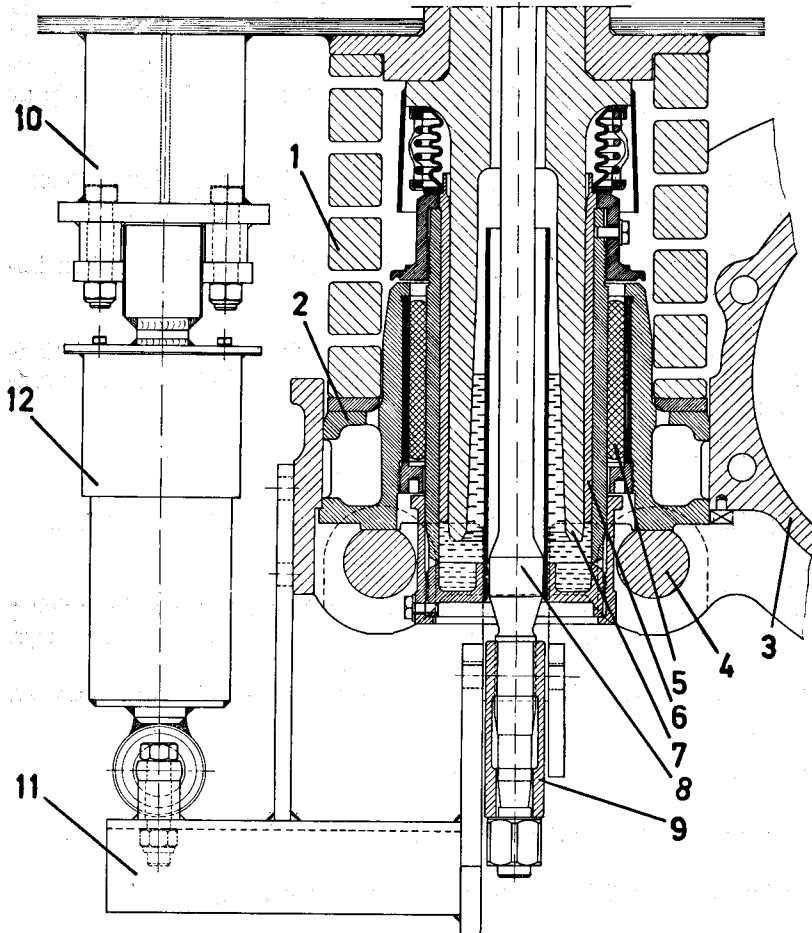

Fig. 2.
Boggirammene er helset med lukkede bjelketverrsnitt og boggiene er innbyrdes ombyttbare. Anleggsflater for motorer, akselkasser m.v. er maskinert med henblikk på fullstendig ombyttbarhet av alle demonterbare deler. Motorene er lagret i boggirammen og blir herved fullstendig avfjæret. Boggirammene er opplagret på hjulsatsenes akselkasser over skruefjærer med 4-kant tverrsnitt, 2 stk. pr. akselkasse, se fig. 2. Hver akselkasse føres av 2 stk. sylindriske akselkasse-førings-tapper (7) som er festet i de langsgående boggibjelker. Akselkasse-føringstappene glir i bronseforinger (6) som over «silentblocks» (5) er festet til fjærsetene (2). Akselkasseføringene arbeider i støvtett oljebad. For demping av skruefjærenes svingninger er det anordnet en hydraulisk støtdemper (12) — én demper for hver skruefjær. Demperen er festet med knekter til h.h.v. fjærsete og langsgående boggibjelke.